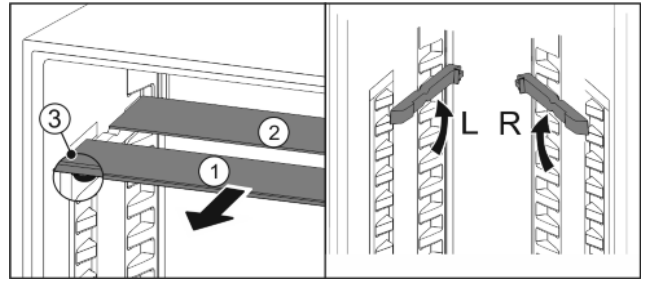

Fig. 19
- ▶ Tõmmake Fig. 19 (1) klaasplaadid üksikult ettepoole välja.
- ▷ Klaasplaat Fig. 19 (1) koos väljatõmbepiduritega asub ees.
- ▷ Pidurid on suunatud allapoole Fig. 19 (3).